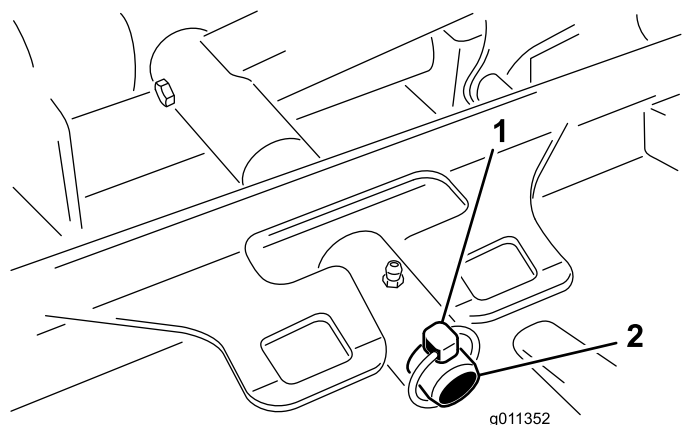

図 80
3. カッティングユニットのキャリアフレームを昇降アームのピボットピンに固定しているリンチピンランドマスター4500またはリテーナナットランドマスター 4700を外す 図 80。
2. カッティングユニットのキャリアフレームを昇降アームのピボットピンにセットする 図 80。カッティングユニットをピンに取り付けるリンチピンランドマスター 4500またはリテーナナットランドマスター 4700を使用する。